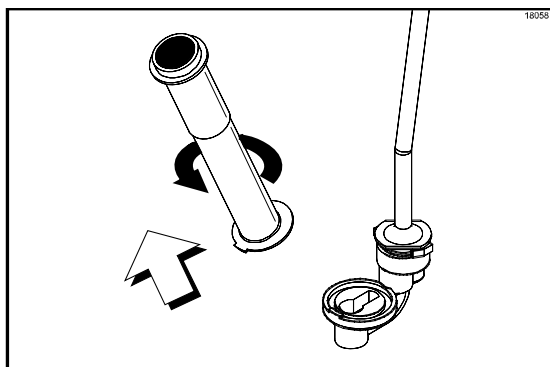

Figure 79
11. Retirer le cylindre du corps de la vanne en le tournant dans le sens inverse des aiguilles d'une montre (Cf. Figure 79).